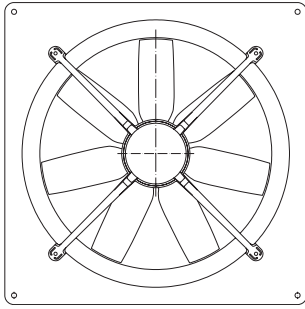
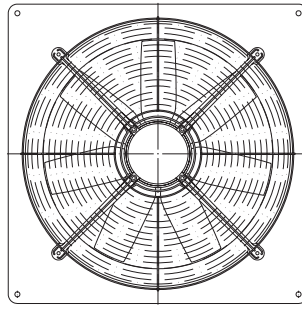

Abb. 1 Bauform Q ohne saugseitiges Berührschutzgitter
Abb. 2 Bauform Q mit saugseitigem Berührschutzgitter
Abb./fig. 1
Abb./fig. 2
- **Wandeinbauventilatoren (Abb. 1 und Abb. 2),**
- Wandring Bauform **Q** muss auf ebener Fläche plan aufliegen, Abb.1